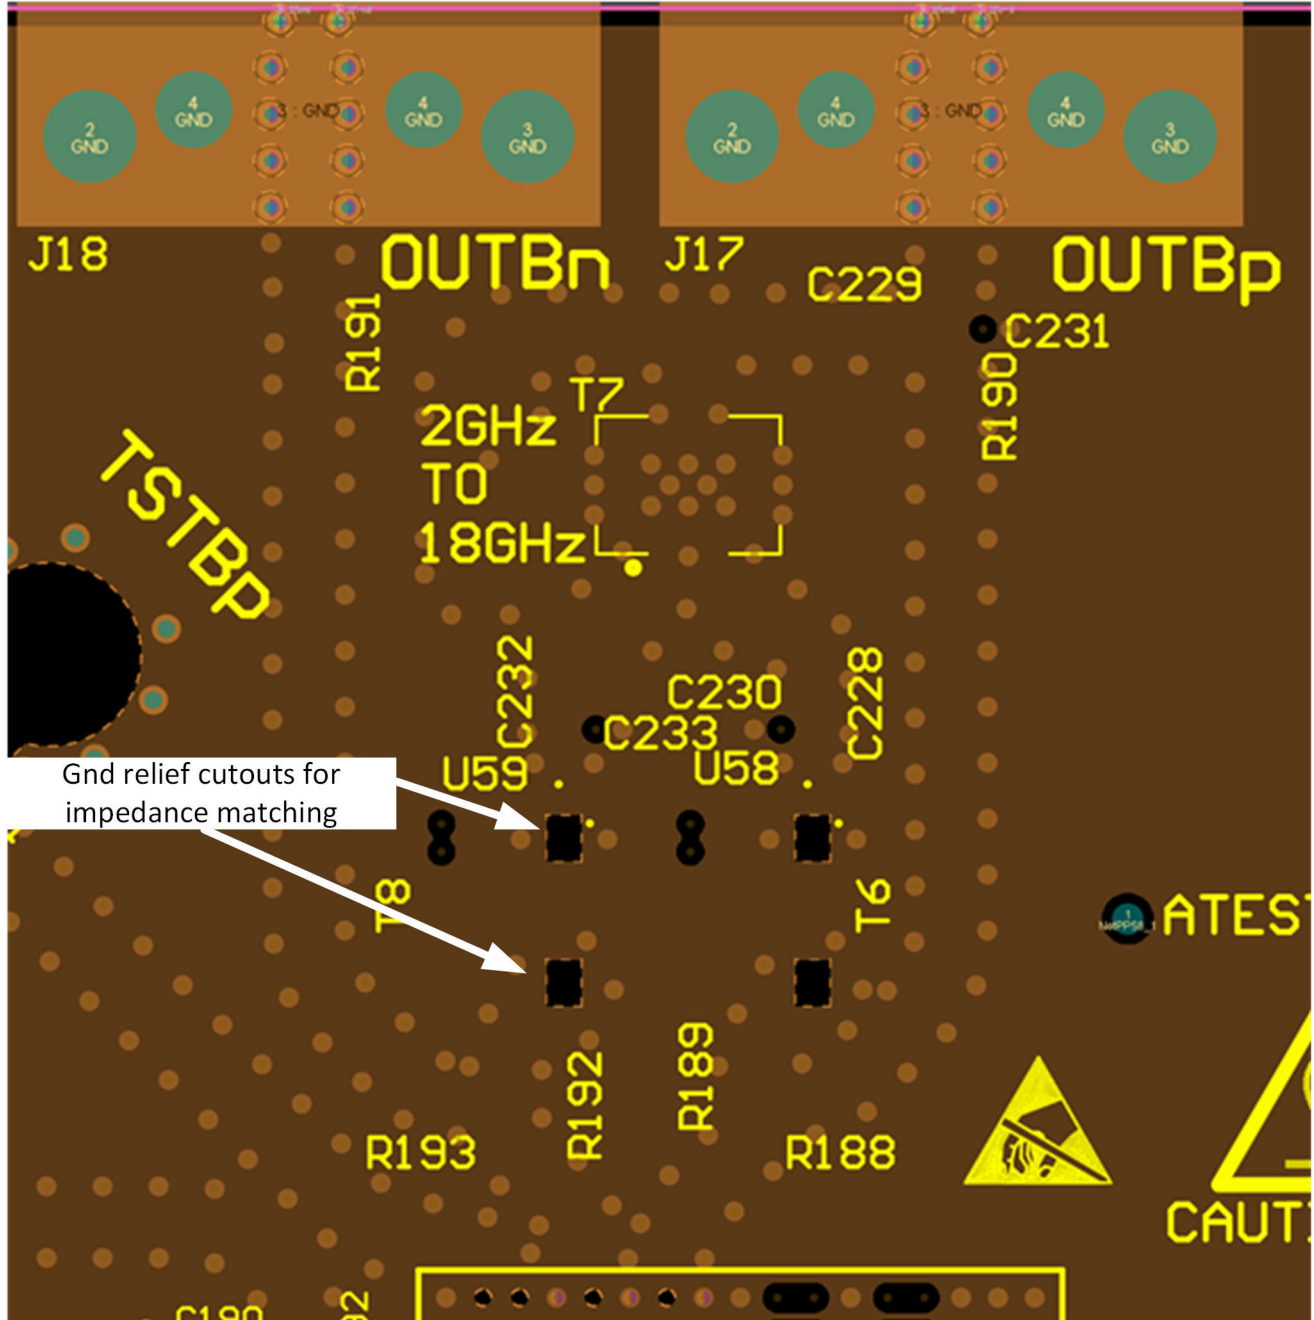

图 9-11. 平衡-非平衡变压器引脚下方的接地开孔
5. 在元件着陆垫（例如 SMA 连接器、平衡-非平衡变压器等）上引入所需的任何接地平面开孔，以避免这些位置的阻抗不连续。在这些着陆垫下方的一个或多个接地平面上进行开孔，以实现焊盘尺寸或层叠高度，从而实现所需的  $50\ \Omega$  单端阻抗。请参阅图 9-11 和一个示例。